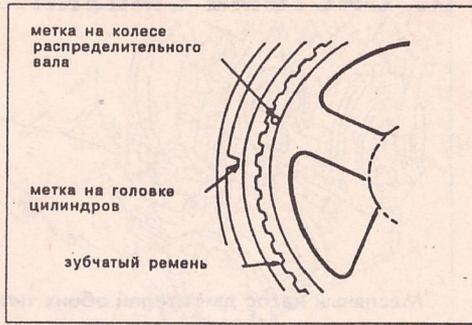

Рис. 101.
- Провернуть коленчатый вал в направлении его вращения до совмещения второго зуба после маркировки на распределительном вале с меткой на головке цилиндров (рис. 101).